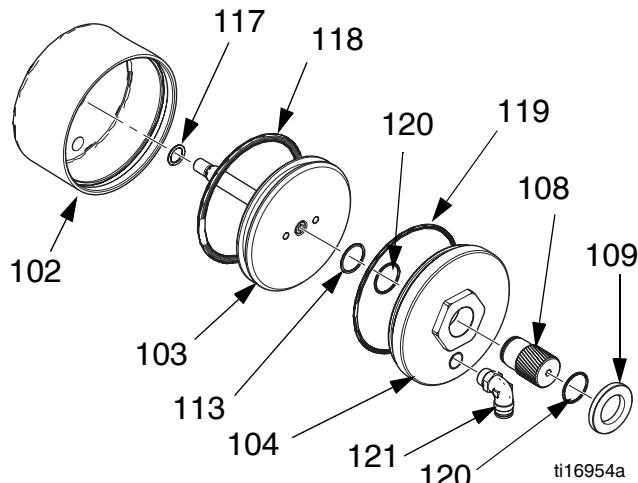

Рис. 10
- Установите новые уплотнительные кольца (118, 117) на поршне (103) и в пневматическом корпусе (102). См. Рис. 10.
- Нанесите тонкий слой смазки на уплотнительное кольцо поршня (118) и внутреннюю стенку пневматического корпуса (102).
- Поместите верхнюю часть поршня в сборе (103) на поверхность шириной меньше диаметра поршня. Прижмите пневматический корпус (102) сверху в поршню в сборе.
- Установите новое уплотнительное кольцо (120) на торцевую крышку (104). Нанесите смазку. См. Рис. 10.
- Ввинтите регулятор хода (108) в торцевую крышку (104). Поместите второе уплотнительное кольцо (120) на резьбу регулятора хода и затяните стопорное кольцо (113) и уплотнительное кольцо (120) с помощью стопорной гайки. См. Рис. 10.